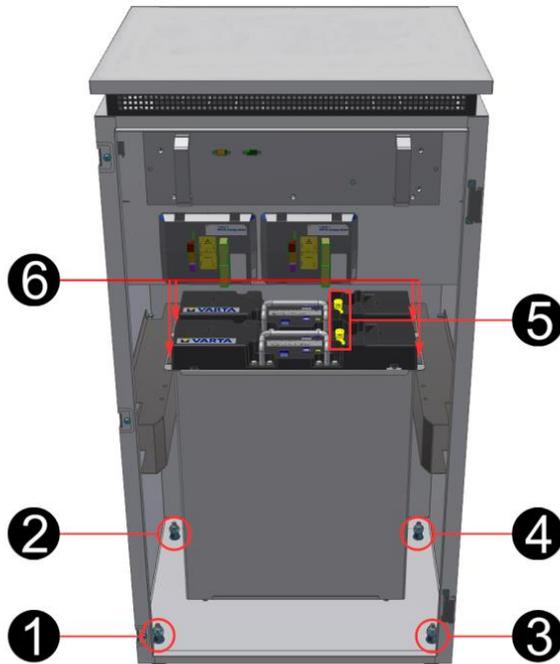

Abbildung 20: Einbaupositionen der Batteriemodule
- Die höhenverstellbaren FüÙe (siehe Abbildung 20: Einbaupositionen der Batteriemodule) auf ca. 4 cm (max. 5 cm) Höhe einstellen.
Es werden je nach Modell bis zu zwei Batteriemodule eingebaut. Die Batteriemodule werden, nach Abbildung 20: Einbaupositionen der Batteriemodule, platziert.
Das Batteriemodul im Speicherschrank, nach Abbildung 20: Einbaupositionen der Batteriemodule, plazieren.
Die Batteriemodule im Speicherschrank, nach Abbildung 20: